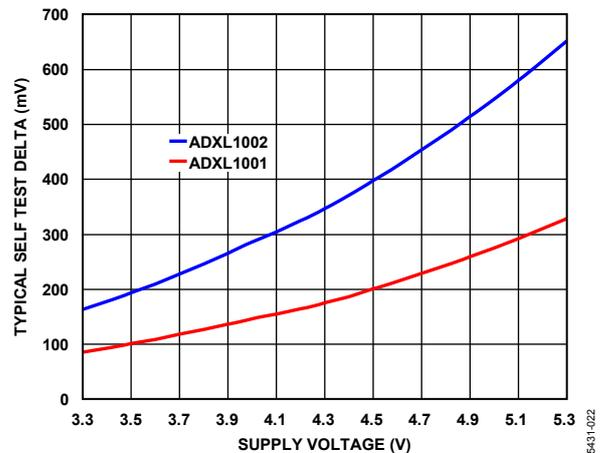

図 23. ADXL1002 典型的なセルフ・テストのデルタと電源の関係
4. 2 つの測定値を差し引いて、必要に応じて図 23 の電源電圧による応答曲線を考慮しながら、この結果を表 1 の期待値と比較します。